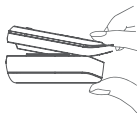

Figure 5
2. Ouvrez l'oxymètre comme illustré à la Fig 5.